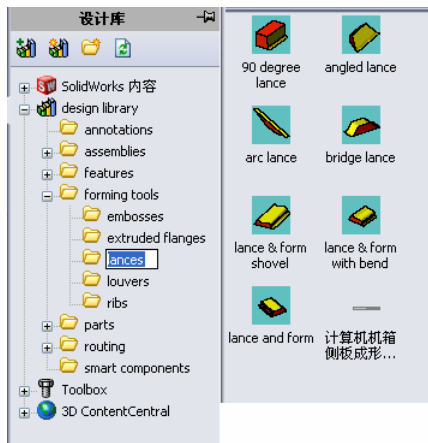
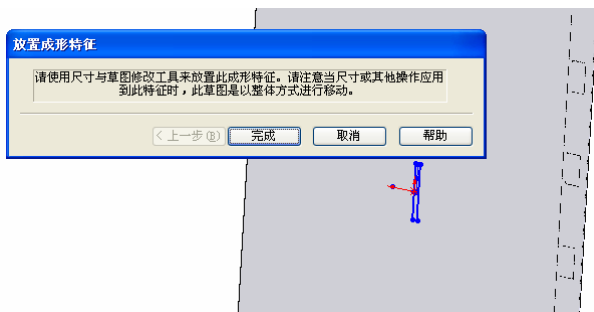

图 10-59 已保存成形工具
图 10-60 “放置成形特征”对话框
这时，单击系统右边的“设计库”图标，根据如图 10-59 所示的路径可以找到保存的成形工具。
① 向计算机机箱侧板添加成形工具。单击系统右边的“设计库”图标, 根据如图 10-59 所示的路径可以找到成形工具的文件夹 **lances**, 找到需要添加的成形工具“计算机机箱侧板成形工具”, 将其拖放到钣金零件的侧面上, 系统弹出提示更改放置位置的对话框, 如图 10-60 所示。